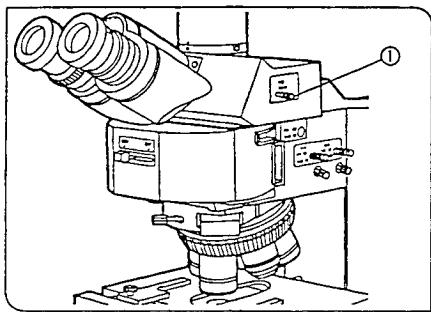

Fig. 51
**5 Light Path Selection (U-TR30, U-SWTR)** (Fig. 51)